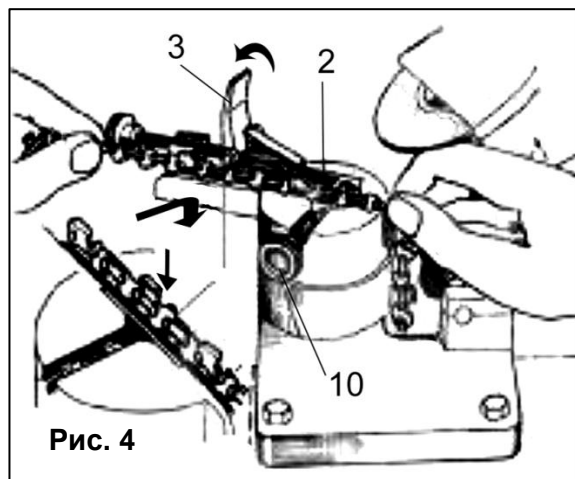

Рис. 4
- Установите цепь звеньями в направляющий паз (2), как показано на рисунке 4, таким образом, чтобы режущая часть цепи была направлена в сторону абразивного диска, для чего отведите держатель цепи (3) вверх и ослабьте винт регулировки зажима (10)(См. Рис.4).
- После установки цепи зафиксируйте это положение винтом (10) и опустите держатель цепи (3).
- Очень важно при заточке зубьев установить необходимую глубину, так как глубина заточки должна быть одинаковая у всех затачиваемых зубьев. Установите необходимую глубину заточки при помощи ограничителя глубины (11).